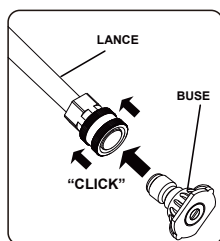

FIG 13
- Pour connecter ou déconnecter la buse de pulvérisation, tirer sur la couronne à connexion rapide. Insérer ou retirer l'embout de pulvérisation puis relâcher la couronne (fig.13).